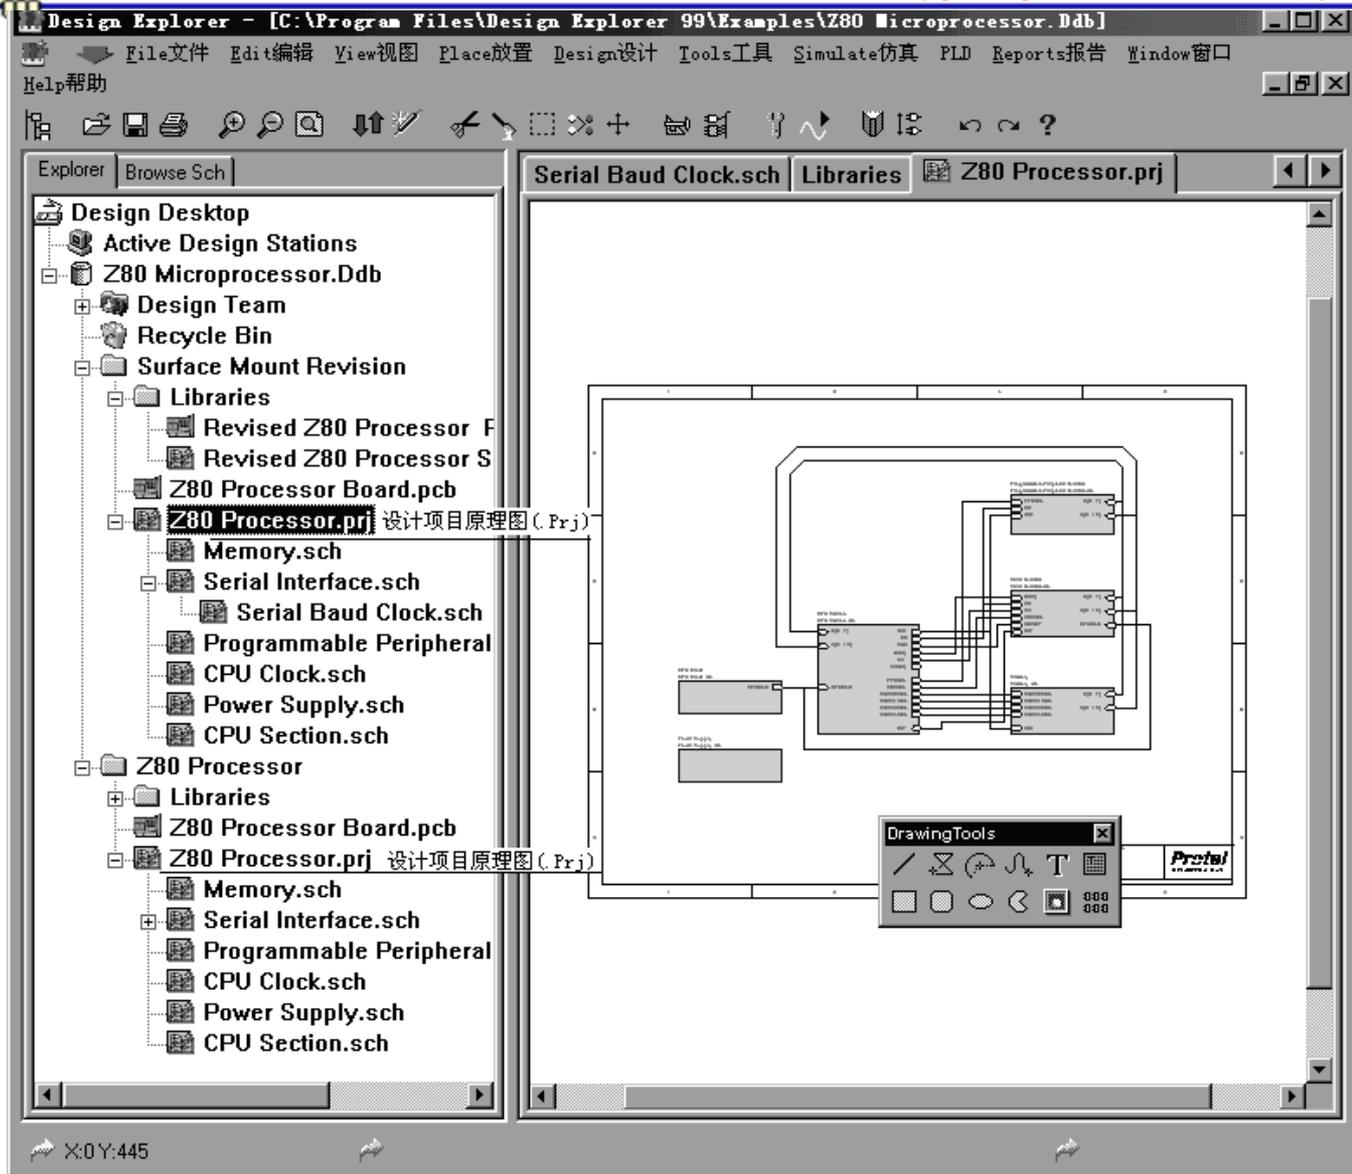

图3-2 层次演示电路构成模块
的文件目录结构，找出并双击文件名为“Z80 Processor.prj”的原理图文件，如图3-2所示。可见Z80 Processor电路系统由存储器模块（Memory. sch）、CPU时钟电路模块（CPU Clock. sch）、电源供电模块（Power Supply.sch）、串行接口电路模块（Serial Interface.sch）、可编程外设接口模块（Programmable Peripheral Interface.sch）以及CPU选择模块(CPU Section.sch)六个子电路模块电路组成，其中串行接口模块（Serial Interface.sch）下还有Serial Baud Clock.sch模块。
在Protel99中，通过“设计文件管理器”进行文件切换非常方便，例如，在如图3-2所示窗口中，单击“设计文件管理器”窗口内的“Serial Interface.sch”文件，即可迅速切换到串行接口电路模块原理图的编辑状态，单击主工具栏内的“放大”工具，适当放大窗口工作区，即可看清Serial Interface. sch模块电路原理图的细节，如图3-4所示。
(8) 连线。分别使用导线将不同方块中端口名称相同的方块电路I/O端口连接在一起，使用总线将不同方块中端口名称相同且为总线形式的方块电路I/O端口连接在一起，就获得了一个设计项目的电路总图，如图3-2所示。
(9) 项目电路图编辑结束后，单击主工具栏内的“存盘”工具或执行“File”菜单下的“Save”命令保存该文件。
(10) 如果文件扩展名不是 .prj时，可在“设计文件管理器”窗口内，将鼠标移到刚编辑的项目原理图文件名上，单击右键，指向并单击其中的“Close”（关闭）命令；再单击右键，指向并单击其中的“Rename”（改名）命令，将文件扩展名改为为 .prj（项目文件）。